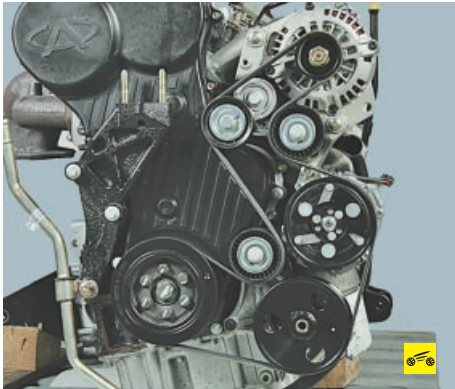

Рис. 4.2. Расположение ремня привода вспомогательных агрегатов
4. Установите новый ремень привода вспомогательных агрегатов в порядке, обратном снятию, правильное расположение ремня показано на рис. 4.2.